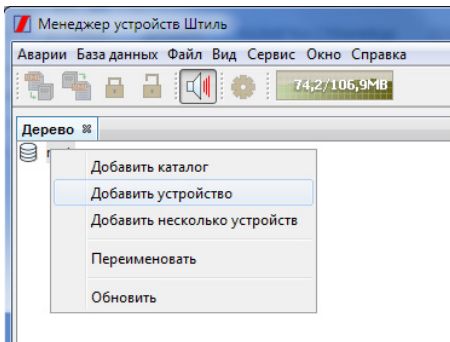
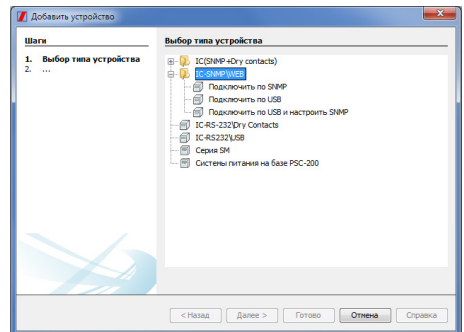

Рисунок 11. Выбор строки «Добавить устройство»
Рисунок 12. Окно «Добавить устройство». Папка «IC-SNMP/WEB»
4. Нажать поле «root» (правой кнопкой мыши) в дереве устройств и выбрать строку «Добавить устройство» (**рисунок 11**). Затем в появившемся окне открыть папку «IC-SNMP/WEB» (**рисунок 12**).